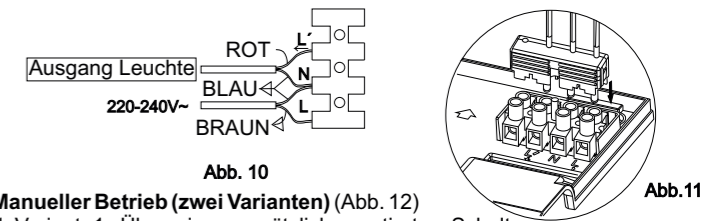
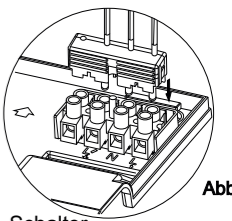

Abb. 10
Abb. 11
- Beachten Sie das Anschlussschaltbild, bevor sie die elektrischen Verbindungen herstellen (Abb. 10). Wenn Sie den Melder falsch anschließen, kann er zerstört werden.
- Verbinden Sie den braunen Draht der Spannungsversorgung (ankommende Phase) mit der Klemme (L).
- Verbinden Sie den blauen Draht der Spannungsversorgung (Neutralleiter) mit der Neutralleiterklemme (N).
- Stecken Sie den Verbindungsstecker in die Klemme (Abb. 11).